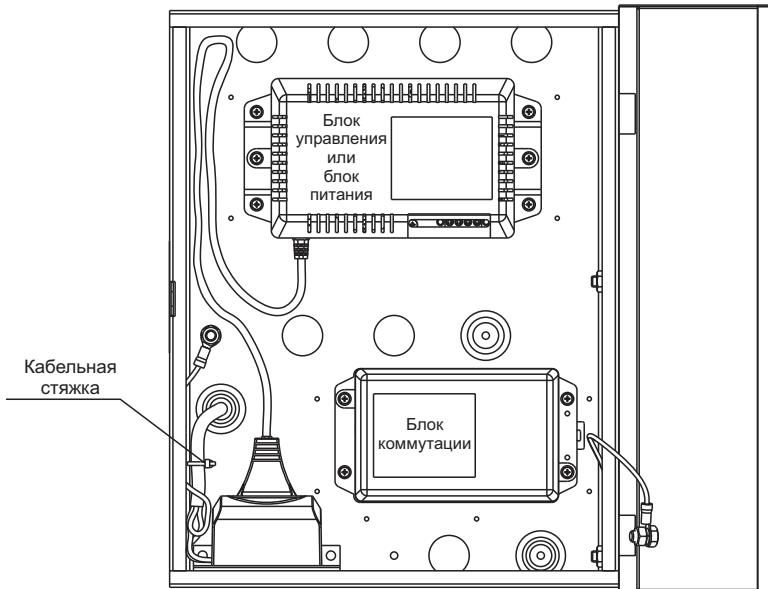

Рисунок 4 - Расположение блока управления / блока питания и блока коммутации в боксе
- Если конструкция блока вызова предусматривает его заземление, подключите защитный провод блока вызова к клемме ⑩. Защитный провод соединяется с кабельным наконечником клеммы методом опрессовки.
- Подключите сетевую вилку блока управления / блока питания к розетке (см. рис. 4).